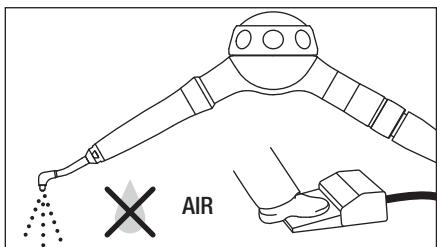

Figure 6
- Effectuez la marche à vide en utilisant seulement l'air afin de rejeter la poudre restant à l'intérieur de la buse (figure 6).
- Soufflez avec l'air la poudre restant dans le réservoir (figure 6).